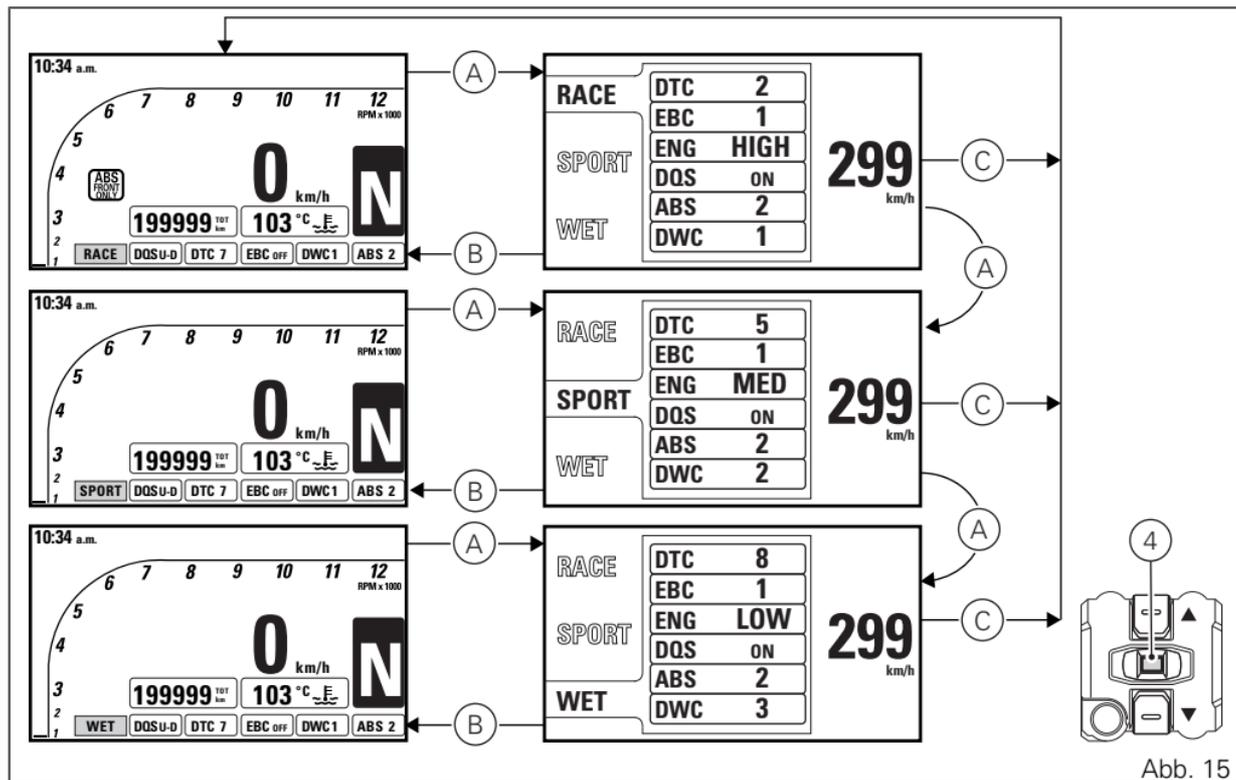

Abb. 15
Wurde der gewünschte Riding Mode markiert und die Taste MENÜ BESTÄTIGEN (4) nicht innerhalb von 10 Sekunden gedrückt, erfolgt kein Wechsel des Riding Mode und die Standardanzeige (C, Abb. 15) wird erneut aktiviert.
Bei den angezeigten Informationen handelt es sich um Werte, die für jeden einzelnen Fahrmodus (Riding Mode) gespeichert wurden. Bei den gespeicherten Werten kann es sich um die von Ducati vorgesehenen oder die vom Fahrer personalisierten Werte handeln. Auf jedes Drücken der Taste MENÜ BESTÄTIGEN (4) wird der Riding Mode mit den zugeordneten abrufbaren Parametern (A, Abb. 15) markiert.
Wurde der gewünschte Riding Mode markiert, muss er durch zwei Sekunden langes Drücken der Taste MENÜ BESTÄTIGEN (4) bestätigt werden: Der Wechsel des Riding Mode wird gespeichert und die Standardanzeige (B, Abb. 15) erneut aktiviert.